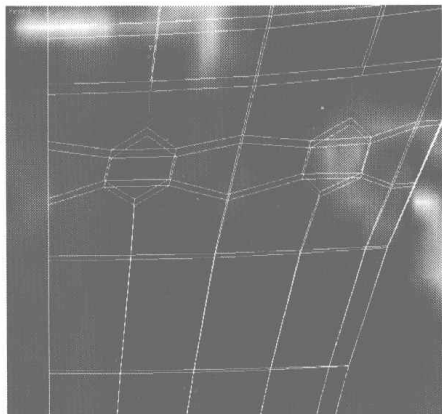
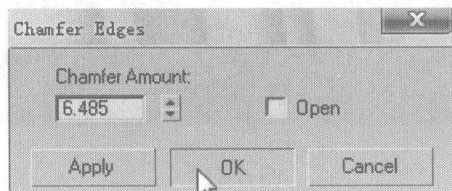
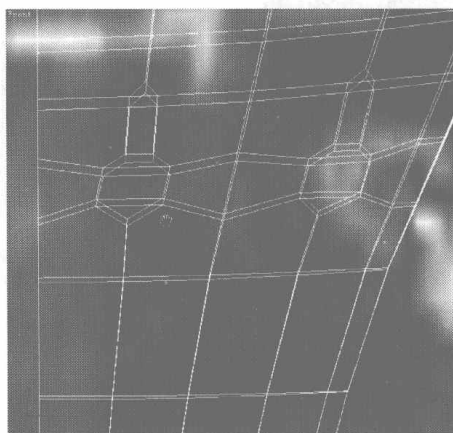

图 5.413
图 5.414
图 5.415
- 07 选择如图 5.413 所示的曲线，单击 **Chamfer** 右边的小按钮，在弹出的对话框中设置如图 5.414 所示参数，模型显示如图 5.415 所示。